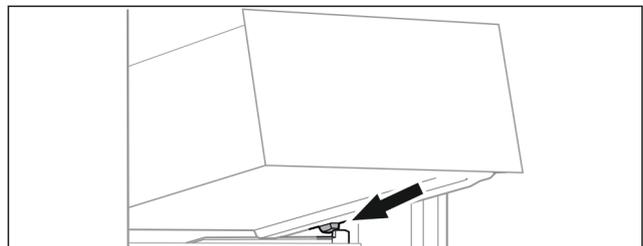

Fig. 79
- ▶ Schubfach schräg hinter den Stoppfern auf Behälterrippe aufsetzen. (siehe Fig. 79)